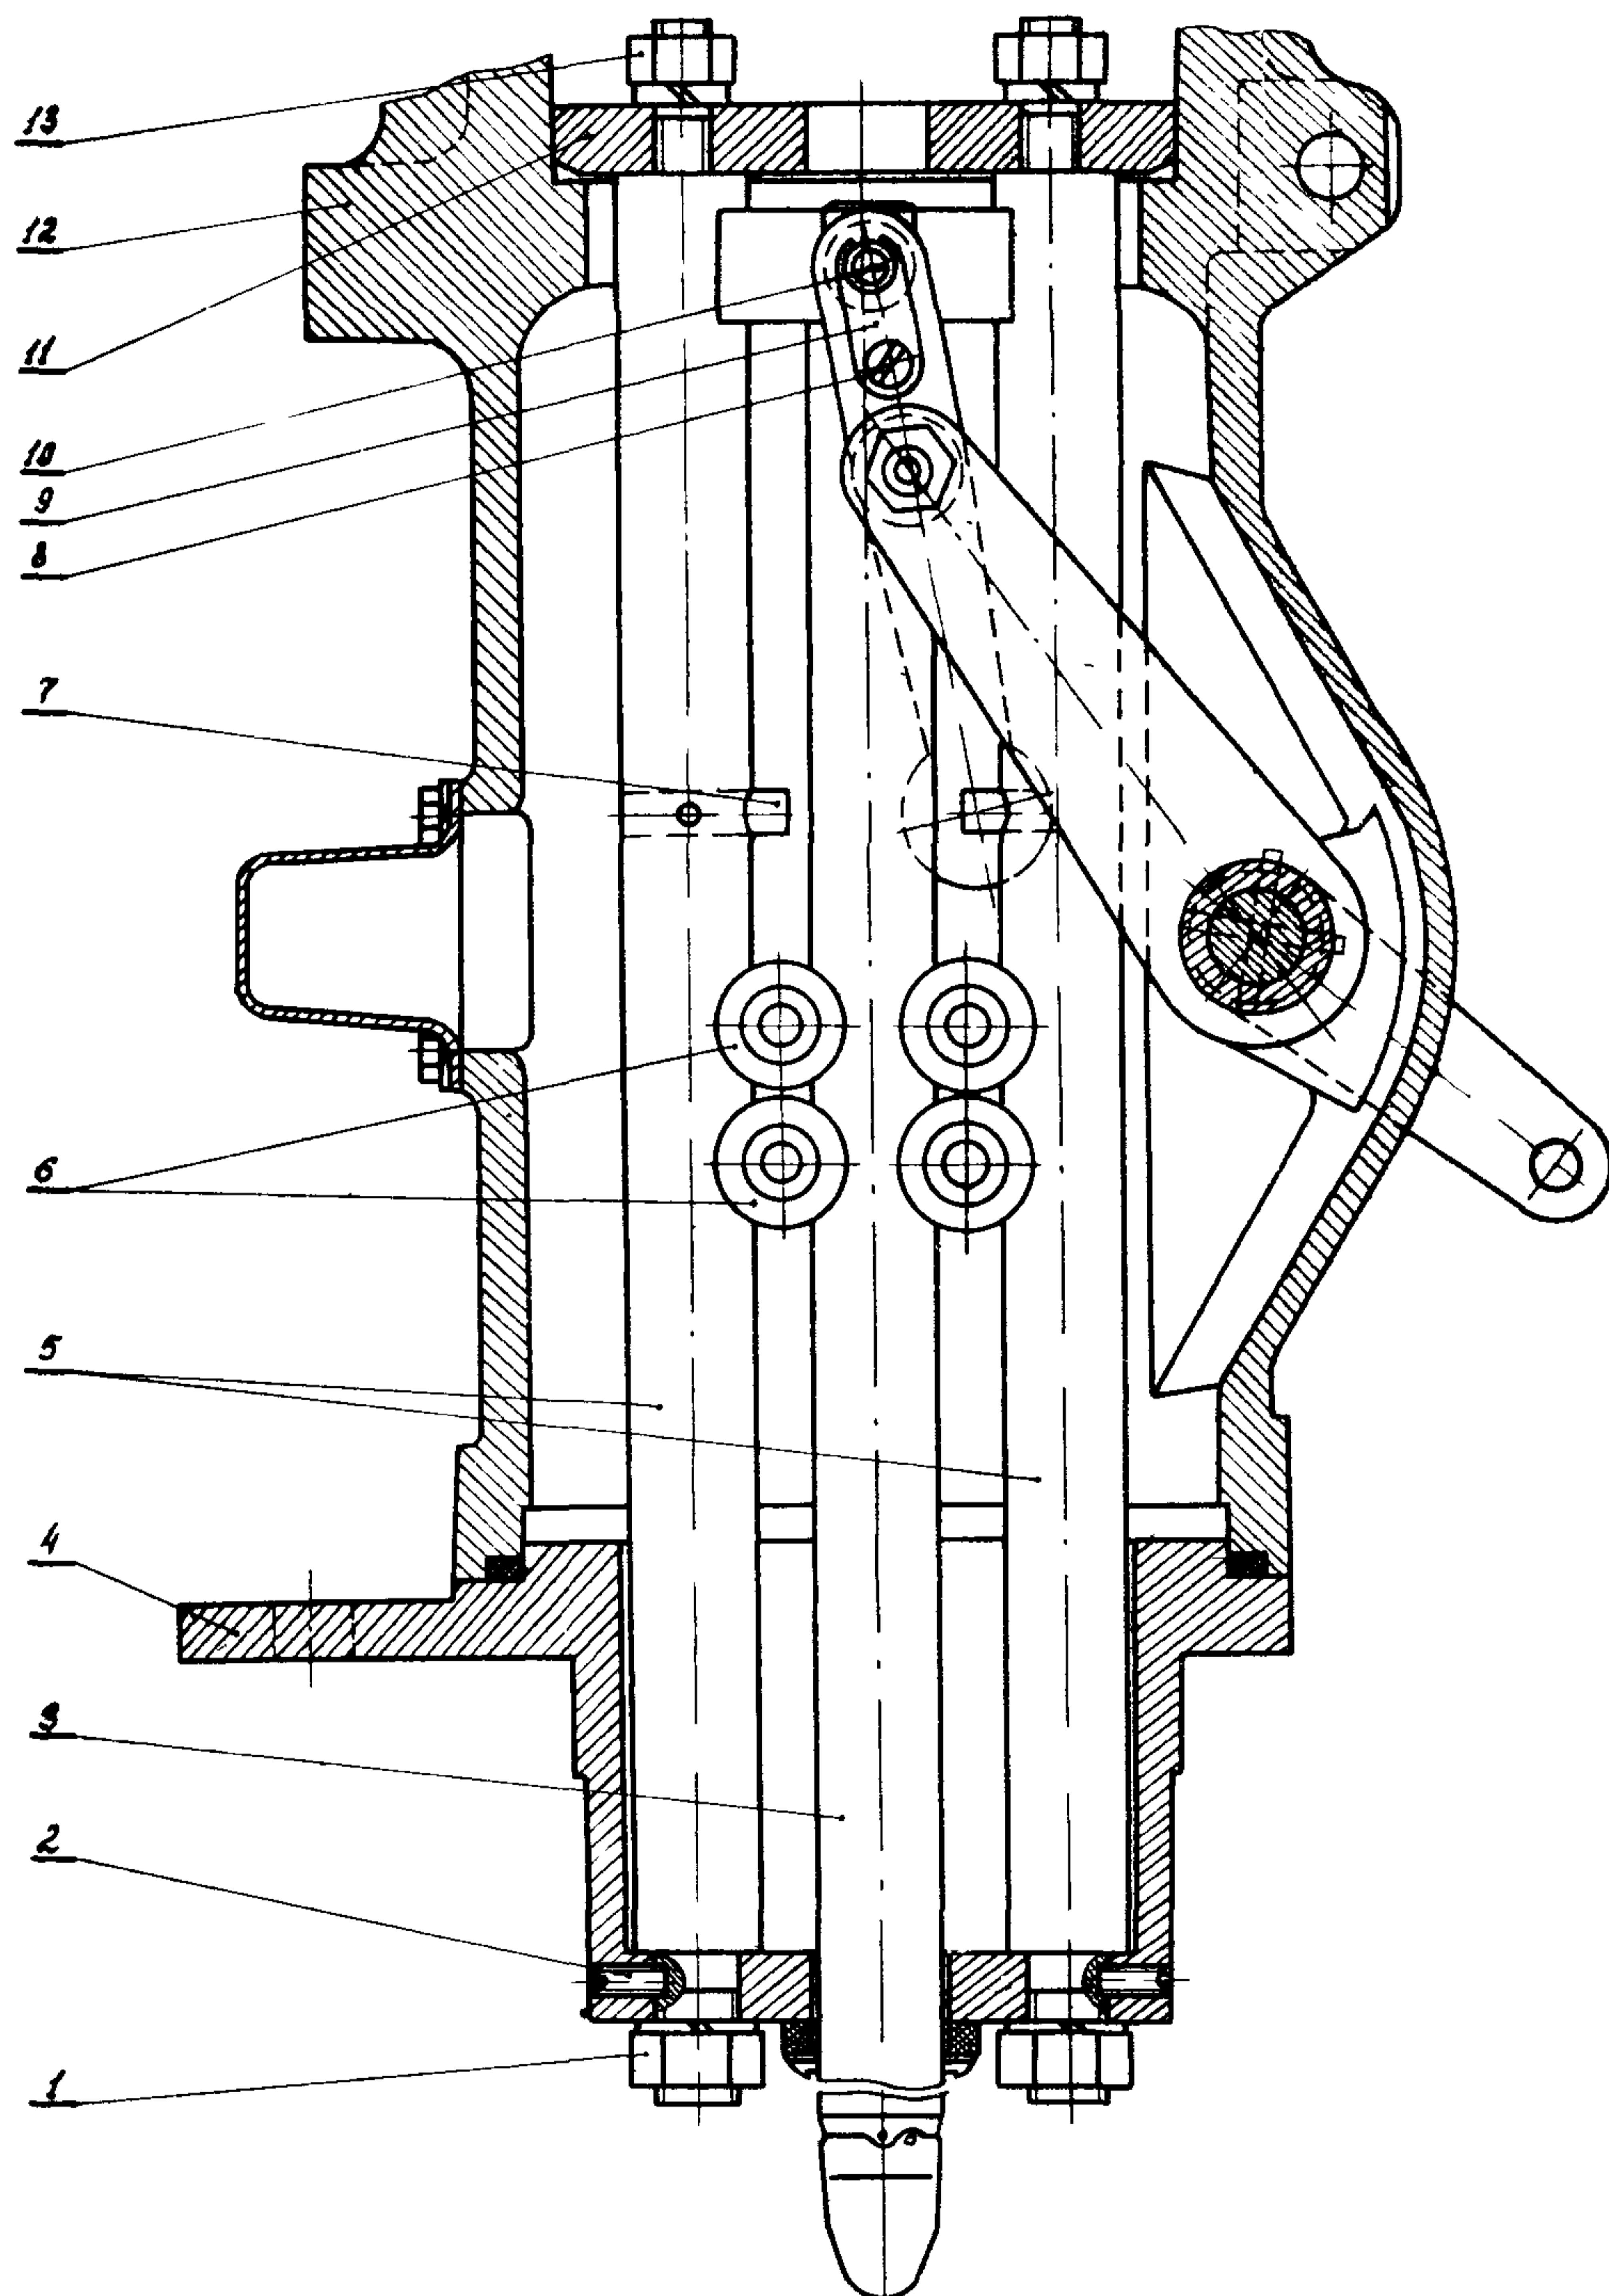
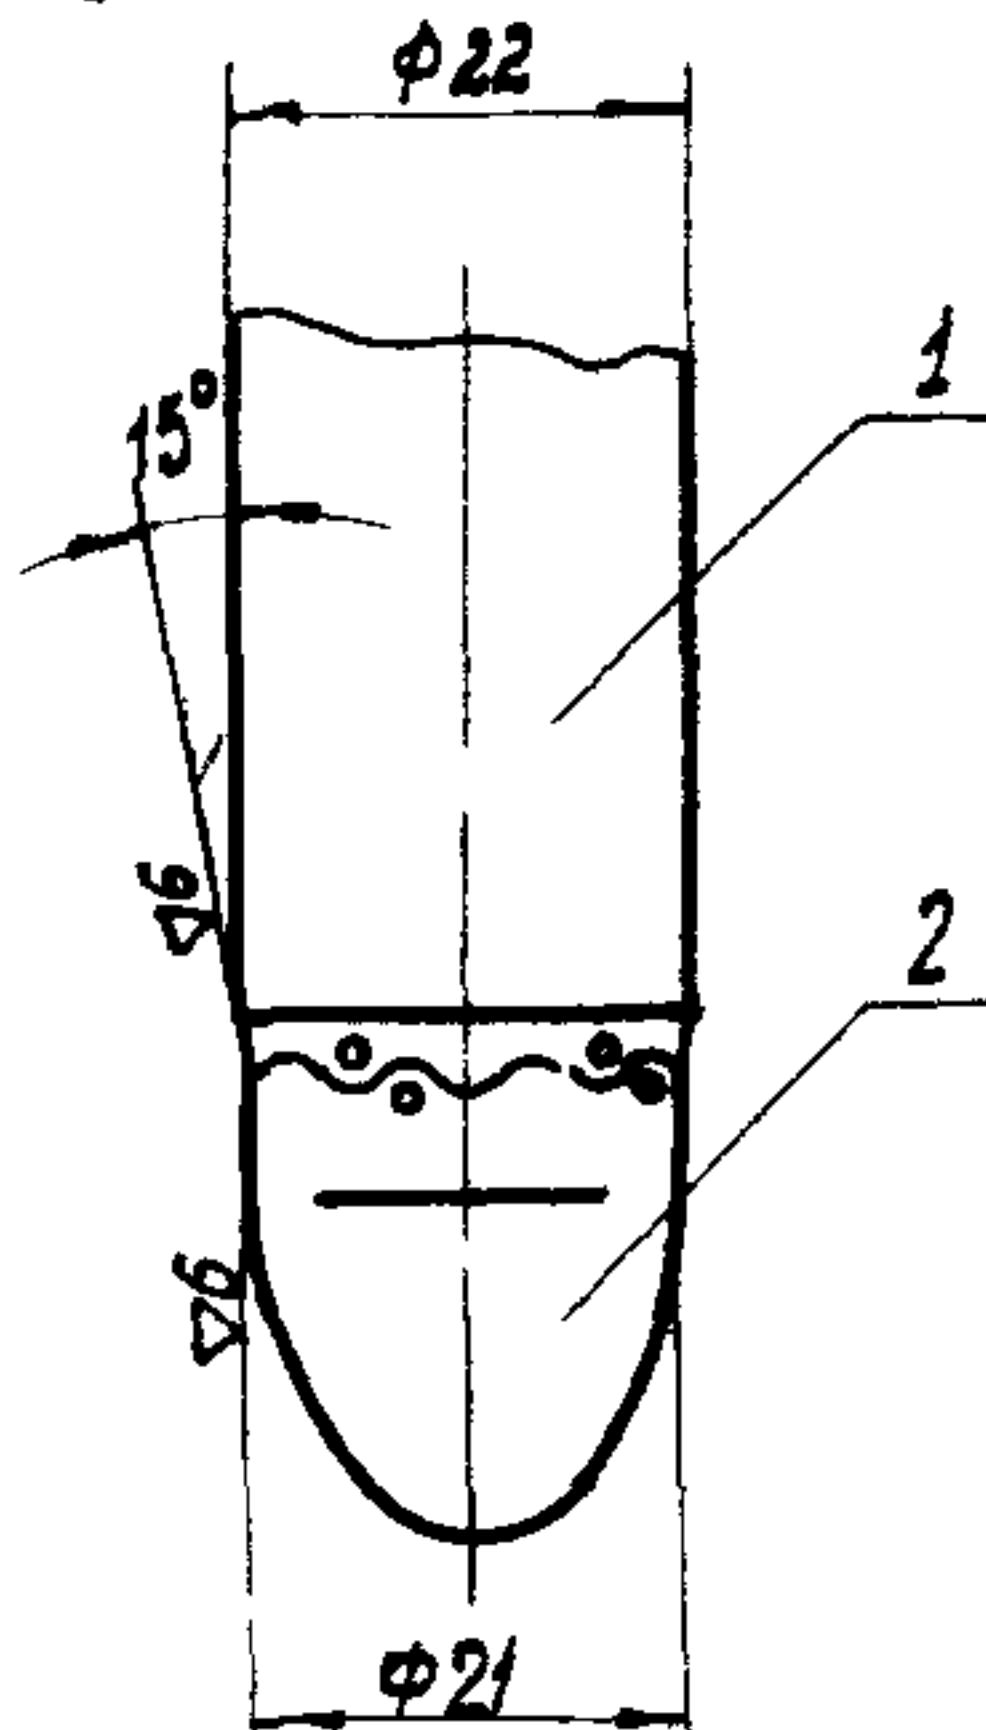

Рис.8. Механизм полюса:
Рис.9. Установка сменного наконечника:
07.1. Осмотреть и протереть токоведущий стержень 3 (рис.8), направляющие стержни 5 и токосъемные ролики 6. Если эти детали имеют повреждения (большие вмятины или задиры на токоведущем и направляющих стержнях, трещины на токосъемных роликах или пружинах у роликов), их следует заменить. Замену поврежденных деталей произвести согласно переходам 2-17. При осмотре обратить внимание на сменный наконечник 2 (рис.9). Если на металлокерамической облицовке сменного наконечника имеются трещины, раковины и сквозные прокоги, то наконечник заменить согласно переходам
07.2. Свинтить гайки 1 (см.рис.8) и снять шайбы.
07.10. Зажать токоведущий стержень 1 (см.рис.9) в тиски и вывинтить сменный наконечник 2.
Приимечания: 1. После спиловки размеры сменного наконечника 2 (см.рис.9) не должны отличаться от первоначальных более чем на 2-3 мм. 2. Переходы I2 и I4 выполняются на токарном станке.